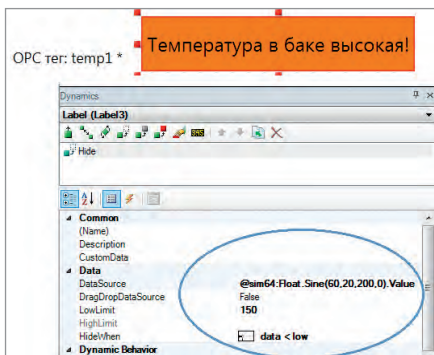

Рис. 12. Динамика скрытия сообщения по значению OPC-тега
2. В качестве альтернативного варианта можно использовать динамику Hide (скрытие) для объектов в GraphWorX64. Наиболее простой вариант — создать графический элемент (или слой, на котором размещены необходимые элементы) с требуемым сообщением, которое будет появляться при выходе значения OPC-тега за предельные границы (рис. 12). В этом случае не надо даже привязываться к серверу тревог. Если сообщение необходимо выводить строго при возникновении аварии в соответствии с настройками тега тревог в AlarmWorX64 Server, то динамику Hide можно привязать к атрибуту тега, отвечающего за состояние тревоги *LIM_Active* или к атрибуту квитирования *LIM_Acked*. Атрибут *LIM_Active* равен 1 при наличии тревоги. Атрибут *LIM_Acked* принимает значение 1 при квитировании тревоги оператором (при возврате OPC-тега в нормальное состояние значение 1 сохраняется) и принимает значение 0, когда тревога возникла, но ещё не квитирована.